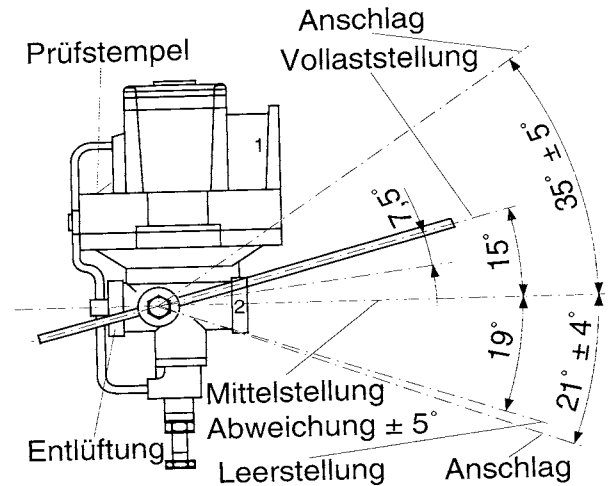

Abb. 1
- 2.1 Den Betätigungshebel von Anschlag zu Anschlag bewegen (siehe Abb. 1).
- 2.2 Der Betätigungshebel muß aus der Mittelstellung (0°) heraus einen Weg in Richtung "Vollast" von $35^\circ \pm 5^\circ$ und in Richtung "Leer" von $21^\circ \pm 4^\circ$ erreichen (siehe Abb. 1).